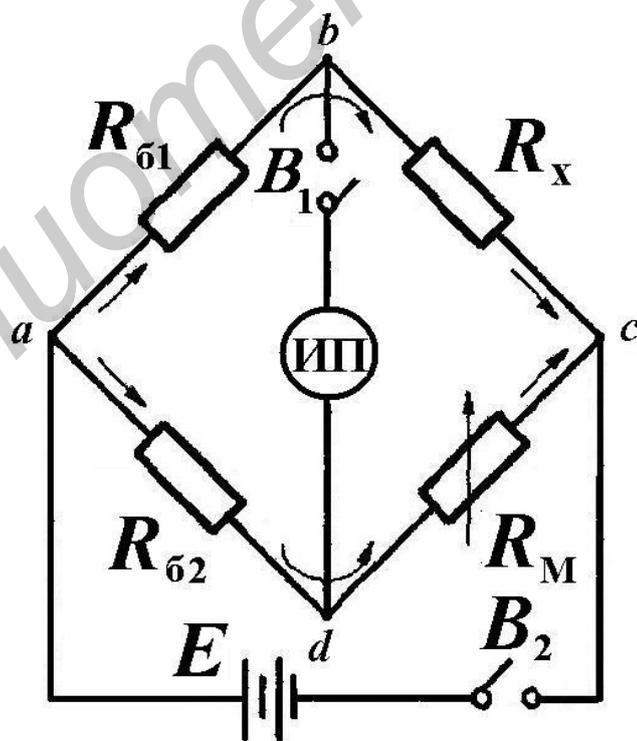

Рис. 1.3. Мостовая схема с постоянным отношением балансных плеч
В основе работы прибора ИРК-ПРО АЛЬФА лежат два метода измерения параметров кабелей: мостовой и метод посылки зондирующих импульсов. Рассмотрим особенности проведения измерений с использованием мостового метода. Наиболее общая схема измерительного моста представлена на рис. 1.3. Она состоит из резисторов балансных плеч $R_{\delta 1}$ и $R_{\delta 2}$, магазина резисторов R_M и измеряемого сопротивления R_x . Точки разветвления токов (a , b , c , d) называются узлами моста. В диагонали моста включаются измерительный прибор (ИП) и источник постоянного тока (E).
Различают мосты с постоянным и переменным отношением балансных плеч. Рассмотренный мост – это мост с постоянным отношением балансных плеч. У моста с переменным отношением балансных плеч есть возможность для расширения диапазона измерений: изменить величину отношения сопротивлений балансных плеч при использовании переменных резисторов или других элементов, значение параметров которых можно менять в процессе измерения. Равновесия моста (см. рис. 1.3) добиваются, меняя отношение балансных плеч и сопротивление R_M . При балансе моста потенциалы точек b и d равны друг другу, что фиксируется ИП, в качестве которого в приборах старых моделей используется миллиамперметр или другой измерительный прибор. В измерительных приборах новых моделей балансировка моста выполняется автоматически микроконтроллером, и на экран прибора выводится результат измерения того или иного параметра в цифровой или иной форме представления. Величину сопротивления R_x при балансировке моста можно найти по формуле Уинстона: $R_x = (R_{\delta 1}/R_{\delta 2}) R_M$. Чувствительность моста увеличивается с увеличением напряжения батареи E и с увеличением чувствительности ИП.